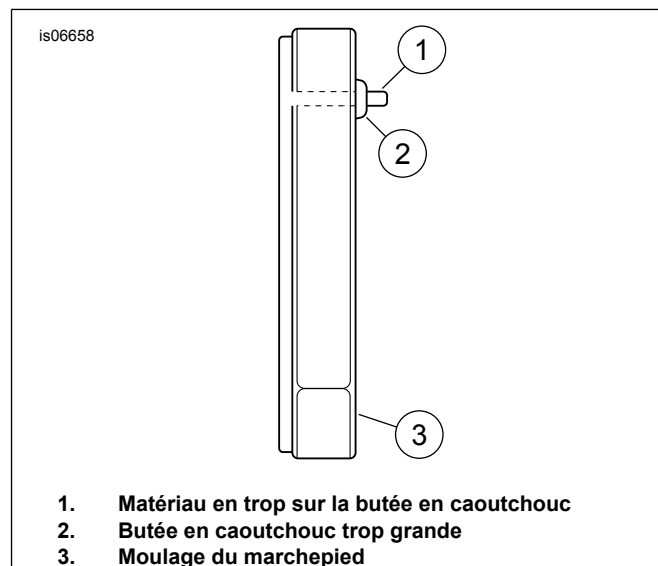

Figure 4. Découpe de la butée en caoutchouc
4. Voir Figure 4. Le cas échéant, retirer le matériau en excès (1) au niveau des butées en caoutchouc (2), qui dépasserait des moulages du marchepied (3). Pour ce faire, utiliser une lame ou une pince coupante.